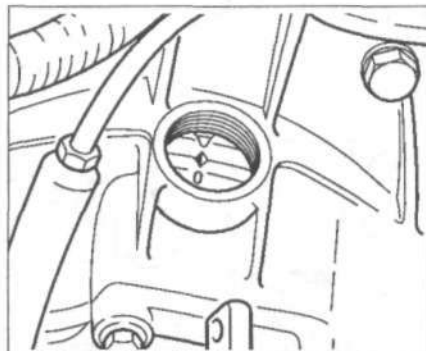

Рис. 6.10. Совместите метки ВМТ поршня цилиндра №1 на коленчатом валу.
4. Совместите метки ВМТ поршня цилиндра №1 на коленчатом валу (рис. 6.10).